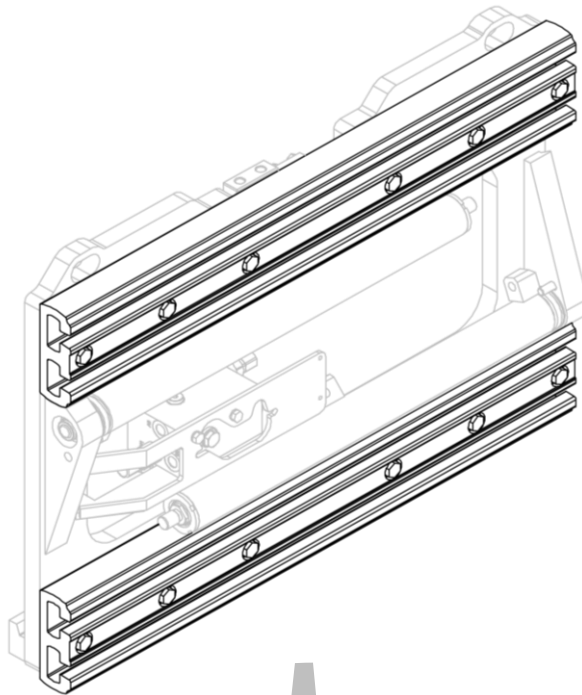
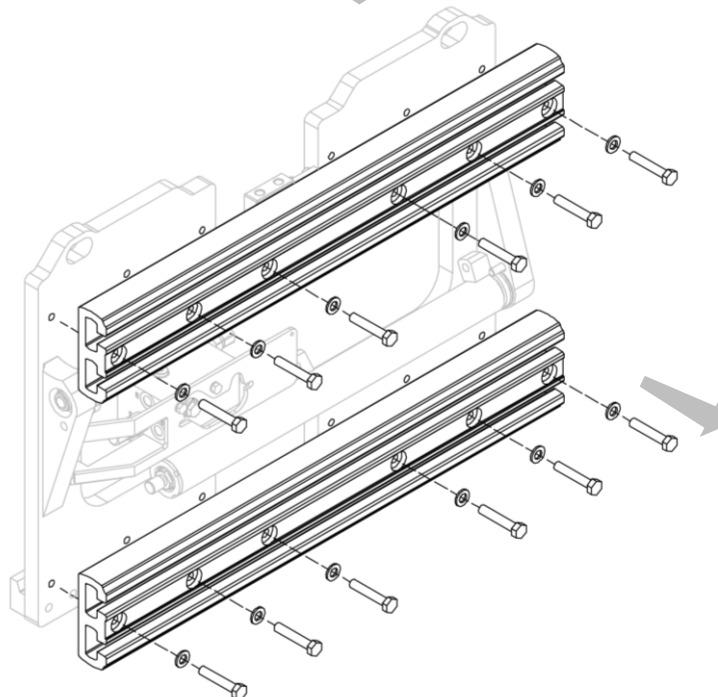

Figura 29
Figura 30
2. Remover los perfiles en aluminio después de desenroscar los tornillos (mira *Figura 29* y *Figura 30*).